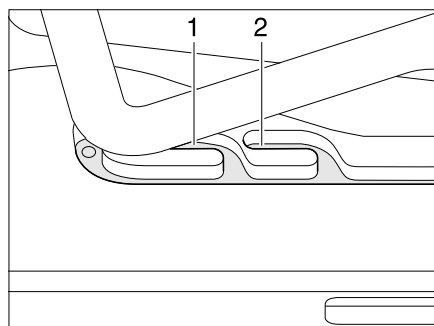
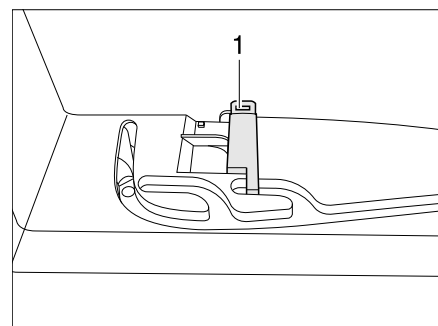

Bild 89 Heki-Dachhaube in Lüftungsstellung
Bild 90 Verriegelung Lüftungsstellung
Die Heki-Dachhaube kann in zwei Lüftungsstellungen gebracht werden: Schlechtwetterstellung (Bild 89,1) und Mittelstellung (Bild 89,2). Je nach Modell kann die Dachhaube in der Mittelstellung mit dem Riegel (Bild 90,1) verriegelt werden.
- Den Bügel leicht nach oben drücken und in die gewählte Führung (Bild 89,1 oder 2) schieben und ggf. verriegeln.